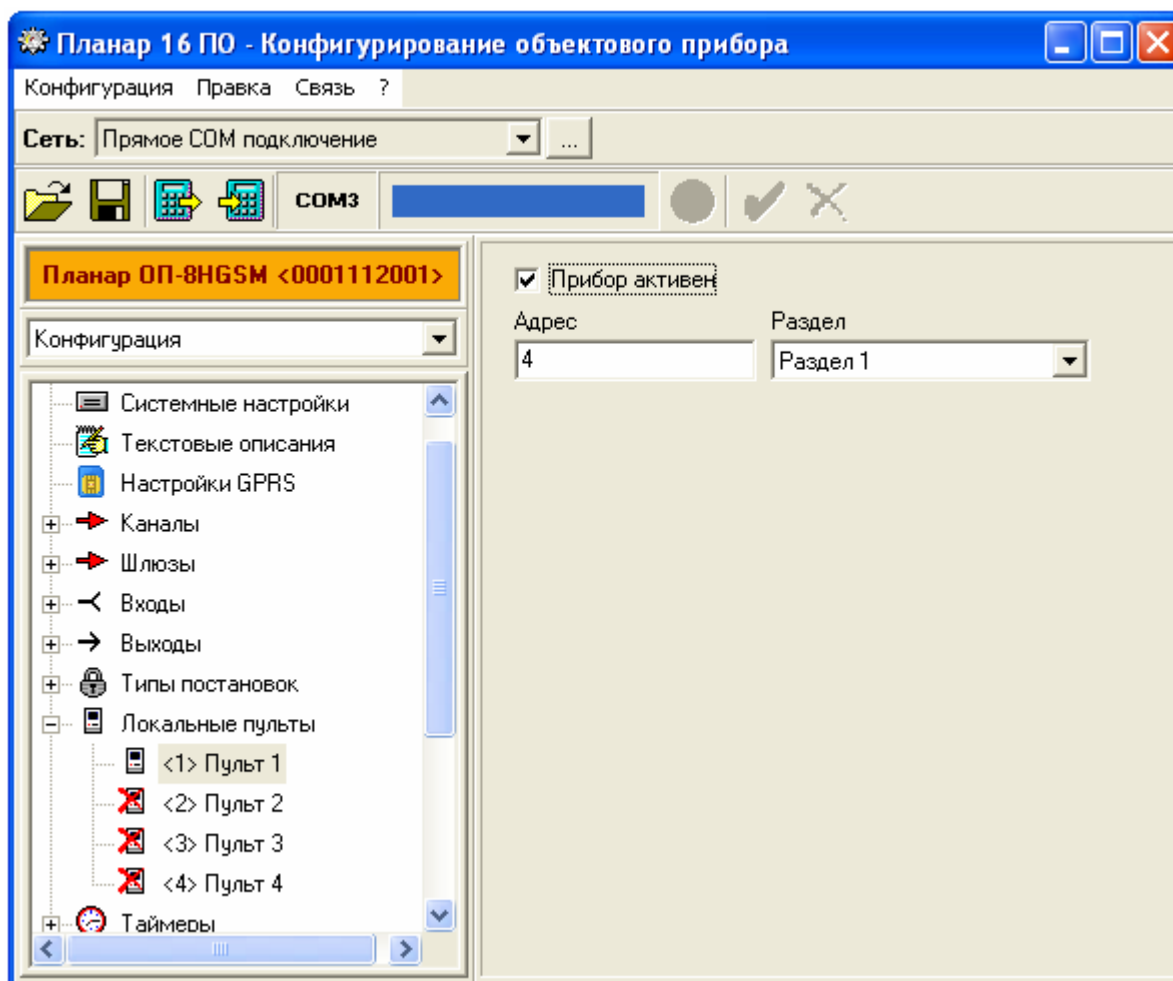

Рис. 12.15 Программирование локальных пультов
12.2.4.1.17.4. Типовое окно программы конфигурирования объектового прибора при программировании локальных пультов приведено на рис.12.15.